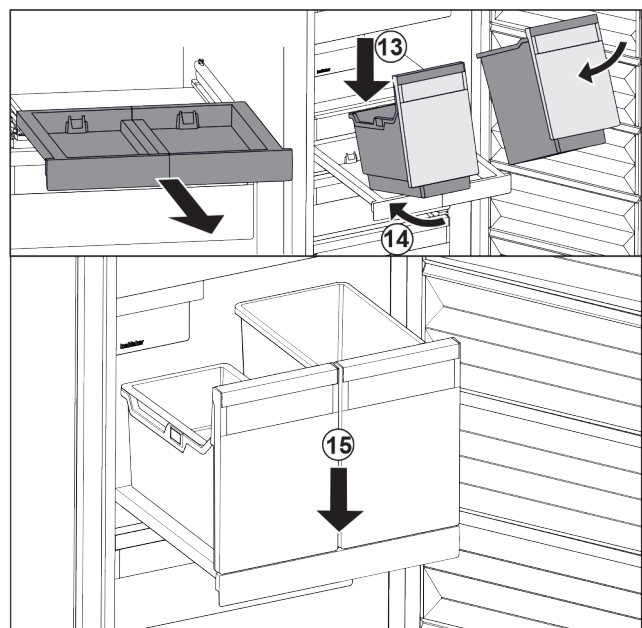

Fig. 106
- ▶ Applicare i contenitori in modo inclinato sul ripiano estraibile. Fig. 106 (13)
- ▶ Inserire il contenitore in modo inclinato verso la parte posteriore. Fig. 106 (14)
- ▶ Abbassare il contenitore nella parte anteriore. Fig. 106 (15)